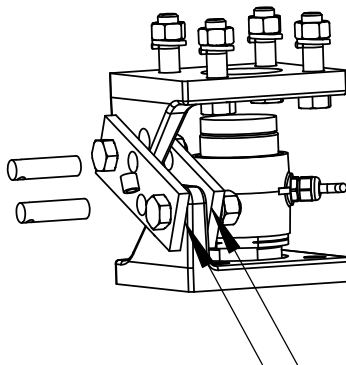

ABBILDUNG 3
- A. DEN BOLZEN DURCH DIE GESCHWEIßTE PLATTE 9 STECKEN UND DEN BOLZEN ENTSPRECHEND ABBILDUNG 3 BEFESTIGEN.
**WICHTIG:** DIE PLATTEN MÜSSEN LOSE SITZEN UND FREI BEWEGEN KÖNNEN, AUCH WENN DIE MUTTER FESTGEDREHT WURDE. SIEHE ABBILDUNG 3.